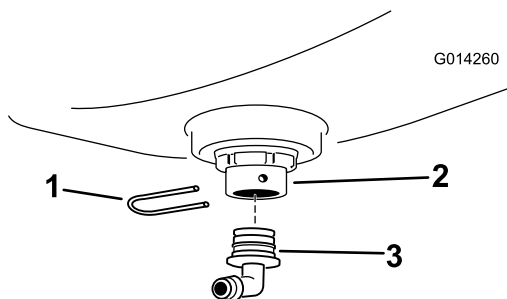

Figura 9
3. Instale un acoplamiento de 90° en el pasamuros y sujete el acoplamiento de 90° con una horquilla de retención (Figura 9).
5. Conecte el segmento de manguera de 53,3 cm que cortó en Corte la manguera \(página 5\) al acoplamiento de 90° con una abrazadera, y apriete la abrazadera a mano (Figura 9).